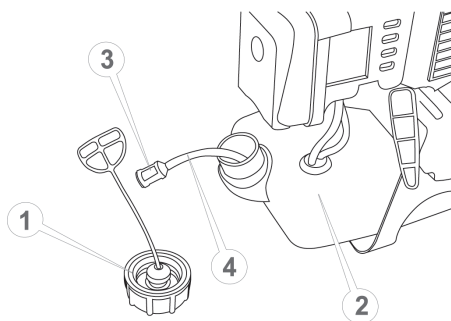

Рисунок 29. Схема обслуговування паливного фільтра.
1. Відкрутити кришку (1, рис. 29) заливної горловини паливного бачка (2, рис. 29) та обережно вийняти кришку з бачка.
2. Використовуючи дротяну петлю, обережно витягнути паливний фільтр (3, рис. 29).
3. Від'єднати паливний фільтр від паливопроводу (4, рис. 29).